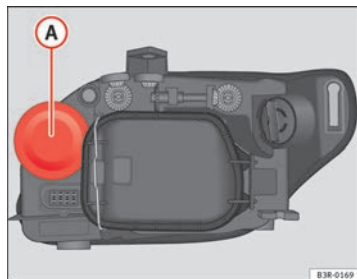

Fig. 208 Ampoule du clignotant
- Retirez le cache en caoutchouc ⇒ fig. 208 et tirez.